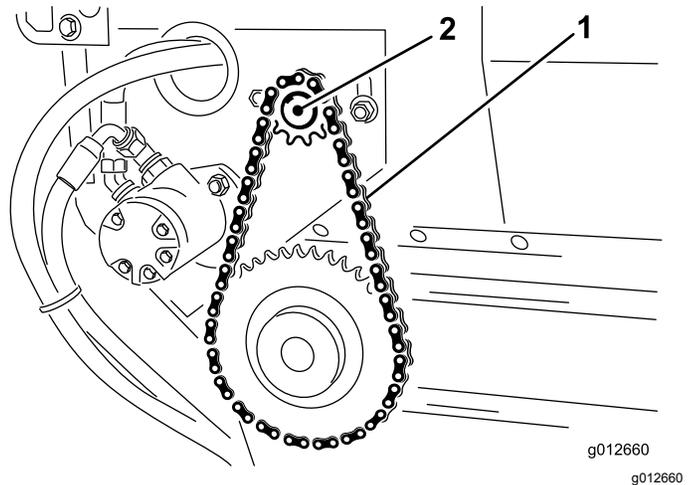

Figura 19
3. Desaperte os parafusos e as porcas que prendem o motor e a montagem das rodas motoras ao chassis principal (Figura 19).
4. Rode o motor e montagem das rodas motoras (Figura 19) nas ranhuras de montagem até que a correia da correia transportadora flita 3,2 mm.
5. Aperte as porcas de montagem (Figura 19).